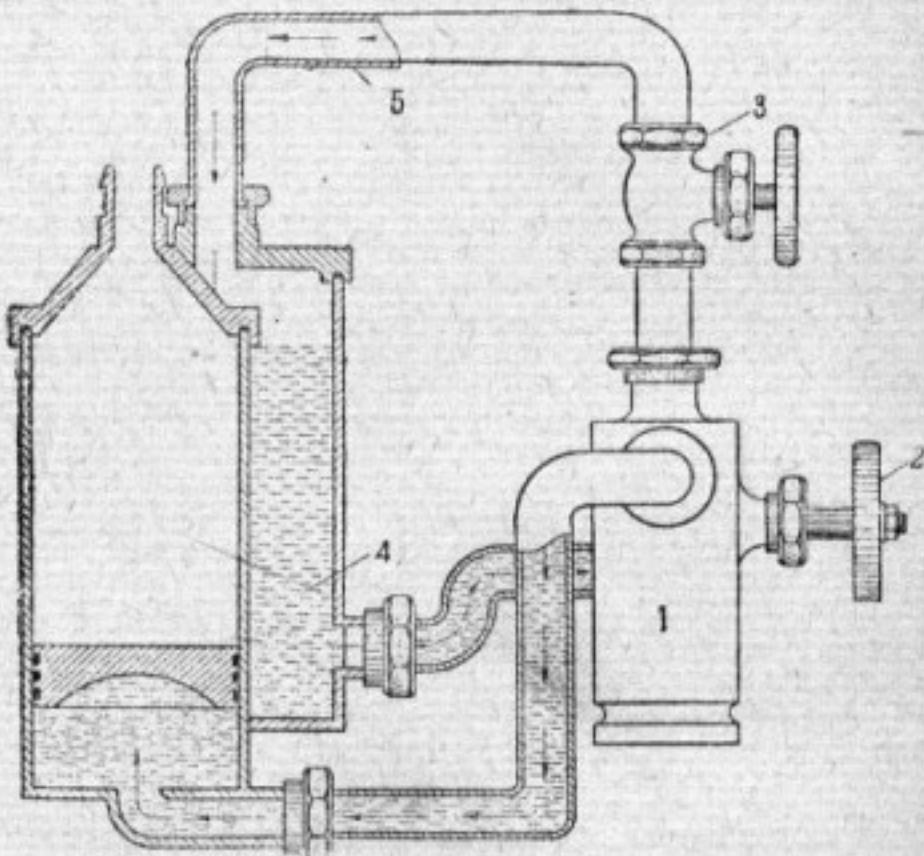

Рис. 3
**Механический тавотонабиватель** построен по такому же принципу (рис. 3), но здесь вместо ручного насоса масло перекачивается шестеренчатым масляным